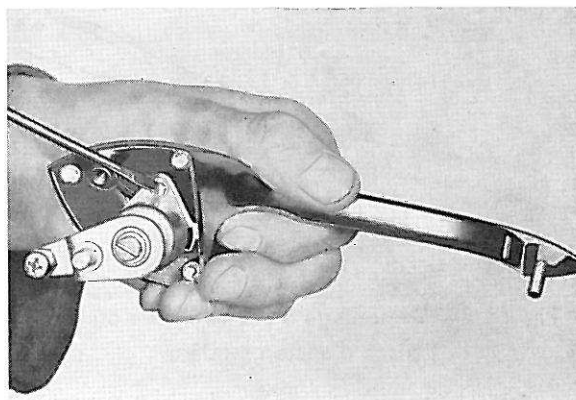

Figure 15. Démontage de la poignée de porte
1. Enlever la vis indiquée sur la figure 15, ensuite celle du levier de commande et retirer enfin le ressort de pression. Sur les anciennes voitures, on a un circlips au lieu de la vis du levier de commande.